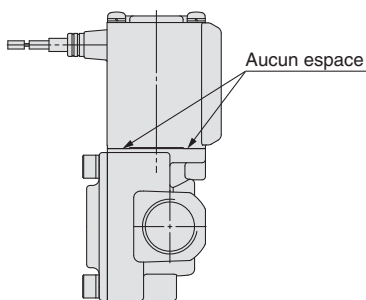

Fig. 1
- 2) Maintenez la bobine contre le corps et serrez les vis d'au moins deux tours en diagonale (Fig. 2) de manière à ne pas laisser le moindre espace entre la bobine et le corps (Fig. 1.) Serrez les vis en suivant l'ordre "1→2→3→4→1→2→3→4".
* Après avoir serré les vis, assurez-vous qu'il n'y a aucun espace entre la bobine et le corps (Fig. 1.)